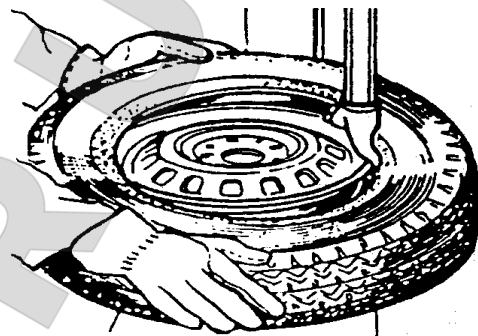

Рис.6
Опустить вертикальную направляющую (M), чтобы монтажная головка (I) оказалась над ободом колеса. Зафиксировать вертикальную направляющую и горизонтальный рычаг в этом положении нажатием на кнопку пневматической блокировки (K). Монтажная головка автоматически поднимается над краем обода на 2-3 мм. Вставить монтажную лопатку (T) между бортом шины и передней частью монтажной головки (I), подцепить борт шины на монтажную головку, как показано на рис. 6.
Удерживая монтажную лопатку (T), как показано на рис.6, повернуть стол по часовой стрелке нажатием на педаль (Z). Закончить операцию после полного отделения борта шины. Повторить эту операцию для другой части покрышки. Снять шину с диска колеса. Нажать педаль (H), чтобы откинуть колонну назад и снять колесо со станка.